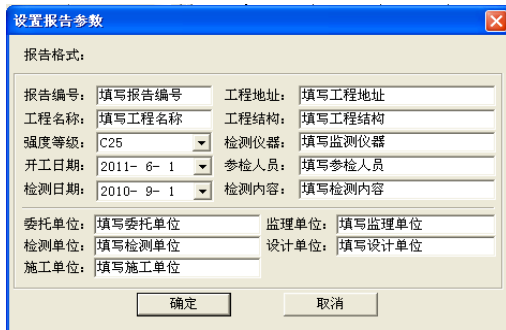

图6-5 工程参数设置
**6.3.4 生成word 报告：** 根据在设置报告参数中的报告格式生成word报告，如图6-5。